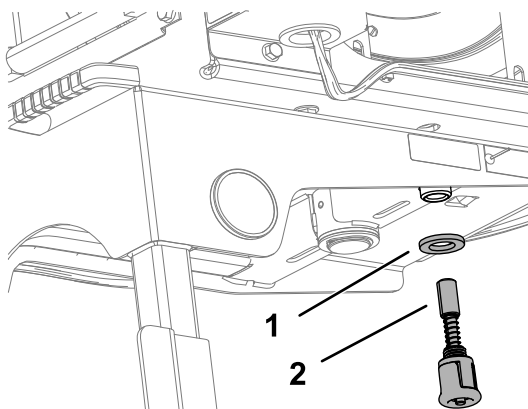

Figura 23
6. Montai aiba și tiftul elastic pe partea inferioară a cadrului tamburului pentru furtun (Figura 23).